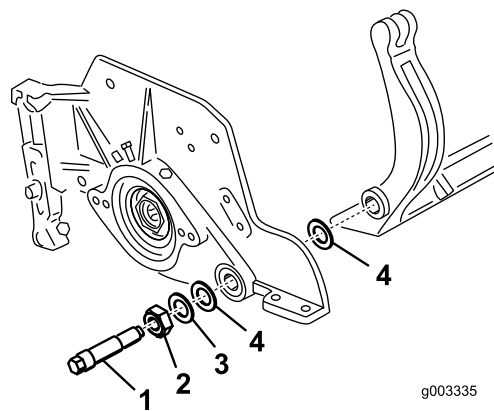

Figura 28
arandela de acero troquelado de cada extremo de la barra de asiento (Figura 28).
2. Fije la barra de asiento a cada chapa lateral con los pernos de la barra (con tuercas en los pernos) y las 6 arandelas. Debe colocarse una arandela de nylon en cada lado del saliente de la chapa lateral. Coloque una arandela de acero por fuera de cada arandela de nylon (Figura 28). Apriete los pernos de la barra de asiento a 37-45 Nm. Apriete las contratuercas hasta que la arandela de acero exterior deje de girar, y la holgura quede eliminada, pero no apriete demasiado ni desvíe las chapas laterales. Las arandelas del interior pueden tener cierta holgura.